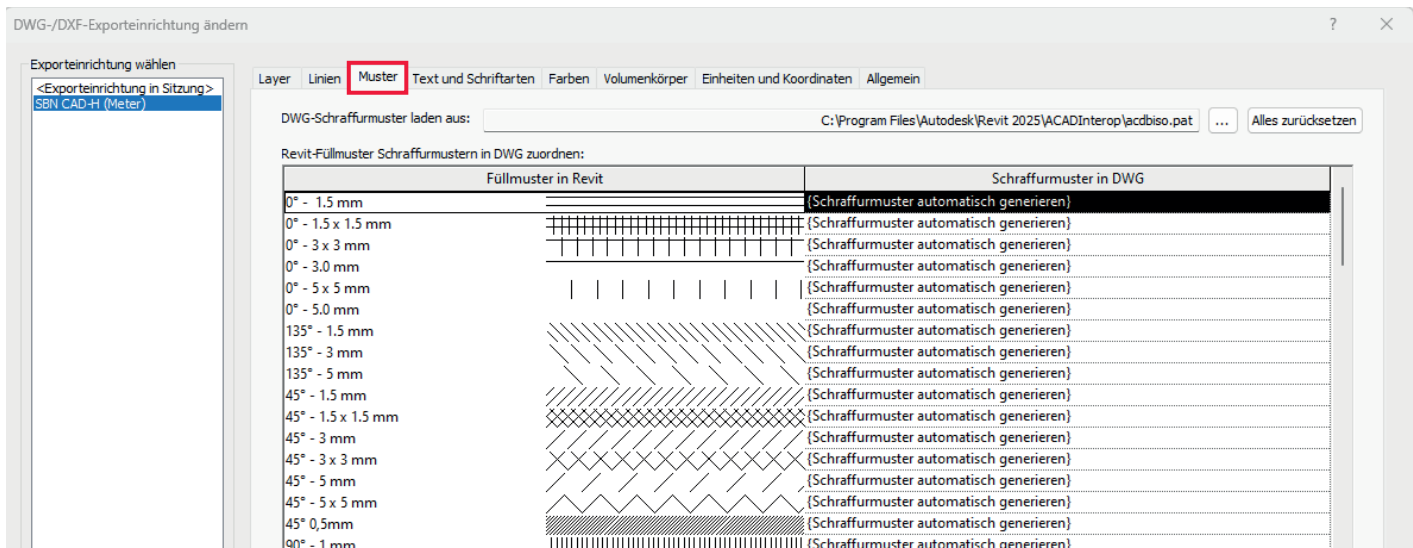

Abb.8: Muster
- Legen Sie fest, wie Schraffuren und Füllmuster aus Revit in AutoCAD dargestellt werden. Sofern Sie die **Autodesk AutoCAD Interoperability Tools** installiert haben erfolgt eine automatische Übersetzung aus der benannten **acdbiso.pat**-Datei. (Abb.8)